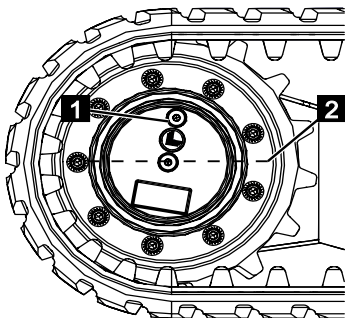

Fig. 250
2. Aligner la machine (☞ Chapitre 7.6 „Déplacement de la machine”, page 87) de façon à ce que le raccord vissé (Fig.250/1) se trouve au-dessus du centre de l'engrenage (Fig.250/2).